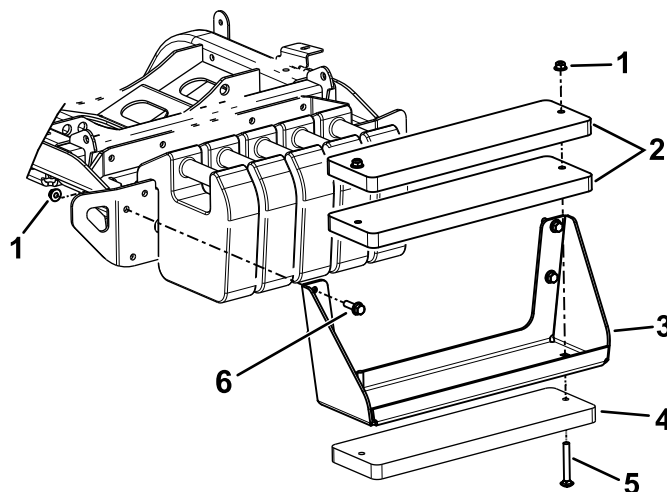

Figura 22
Nota: Consulte estos pasos en la Figura 22.
- A. Utilice los pernos ($\frac{3}{8}$ " x 4") y las tuercas ($\frac{3}{8}$ " para sujetar los 3 pesos al soporte (Figura 22).
- B. Utilice los pernos de cabeza hexagonal y las tuercas (incluidos en el kit) para sujetar el soporte de los pesos a la máquina (Figura 22).
- A. Retire el soporte de los pesos de la máquina (Figura 22).
- C. Utilice los pernos ($\frac{3}{8}$ " x 4") y las tuercas ($\frac{3}{8}$ " para sujetar los 3 pesos al soporte (Figura 22).
- D. Utilice las fijaciones que retiró anteriormente para sujetar el soporte de los pesos a la máquina (Figura 22).